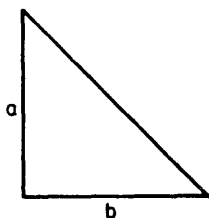

Fig. 13
- a) Tiene los lados menores (catetos) iguales (figs. 13 y 14).